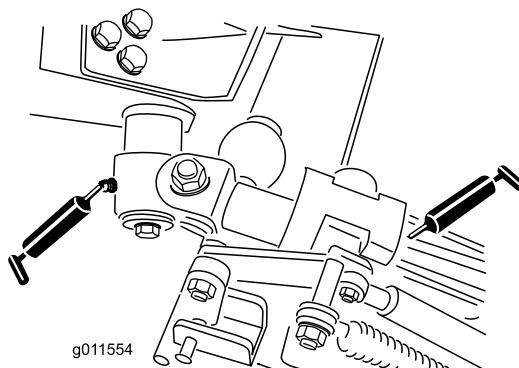

Bild 84
- Zwei Kipphebel-Drehbüchsen (Bild 84)
- Vier hintere Armbüchsen (Bild 84)